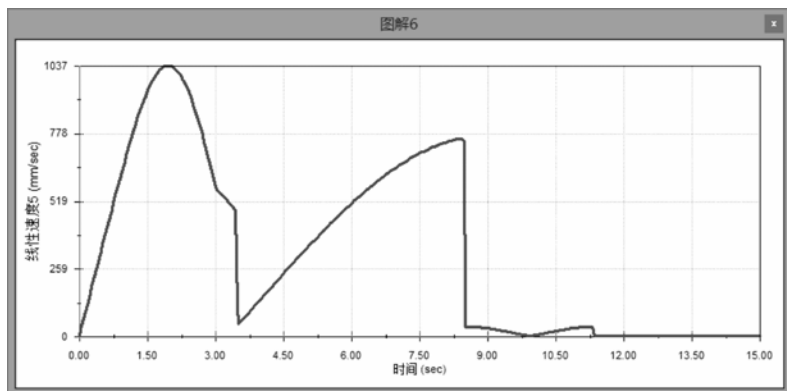

图 6-23 无阻尼时门的速度曲线
STEP 8 将“阻尼”压缩,并单击“计算”按钮,对算例重新进行计算,然后执行与步骤 7 相同的操作,生成一新的速度图解图,如图 6-23 所示。从此图可以发现,在没有油压缓冲的作用下,关门时门一直在加速,直至碰到门框时才会瞬间停止。